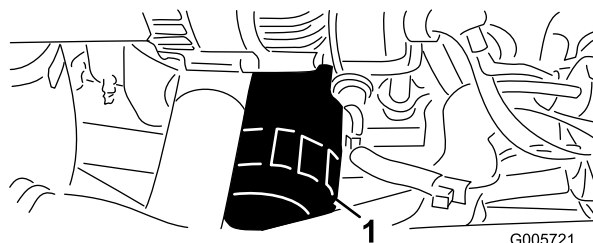

Figura 47
5. Retire e substitua o filtro de óleo (Figura 47).